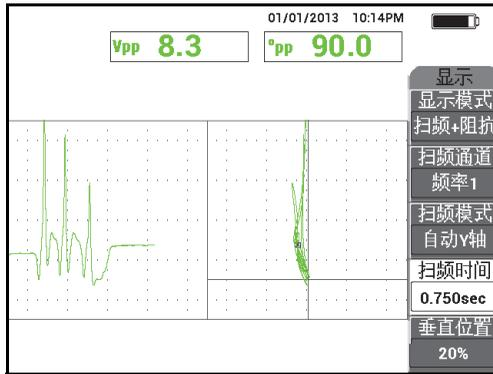

图 5-37 最大信号波幅和信号相位角的默认显示
3. 确认在默认情况下显示的是最大信号波幅值和信号相位角值，如第 141 页的图 5-37 中的示例所示。要了解有关阻抗平面图中读数类型或位置的更详细情况，请参阅第 58 页的“显示实时读数”。